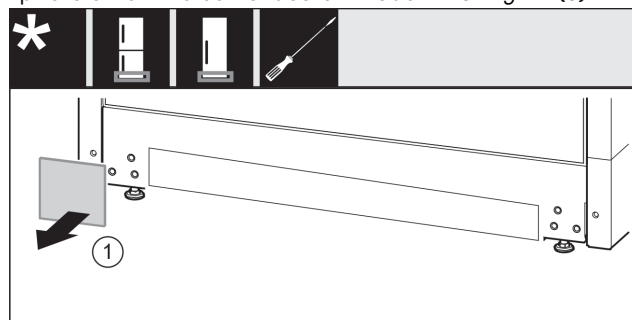

Fig. 15
- Retire la cubierta. Fig. 15 (1)